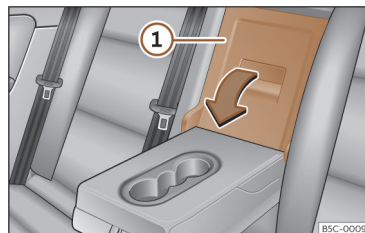

Fig. 193 No encosto do banco traseiro: abertura da tampa.
- Puxe a alavanca de desbloqueio no sentido da seta e rebata completamente a tampa >>> **Fig. 193** ① para a frente.